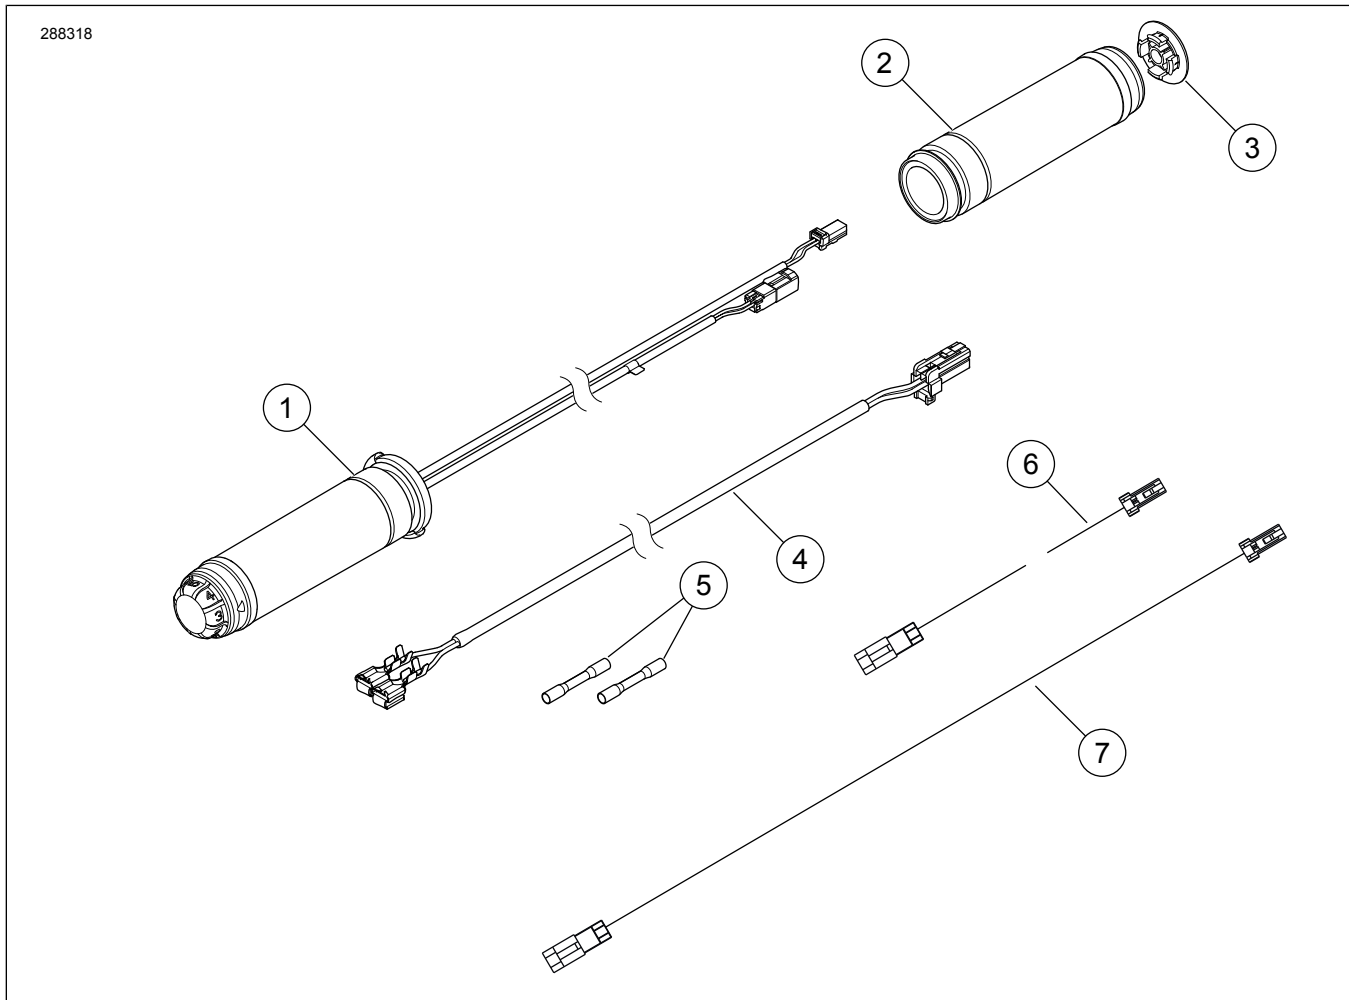

Figure 10. Pièces de rechange : Kit de poignées chauffantes
1. Voir Figure 10 . Prendre l'ensemble de faisceaux du kit. Couper les deux bornes embrochables du faisceau.
- b. Voir Figure 10 . Épisser le câblage du feu du garde-boue à proximité du connecteur à l'aide de deux connecteurs bout à bout (5) du kit.